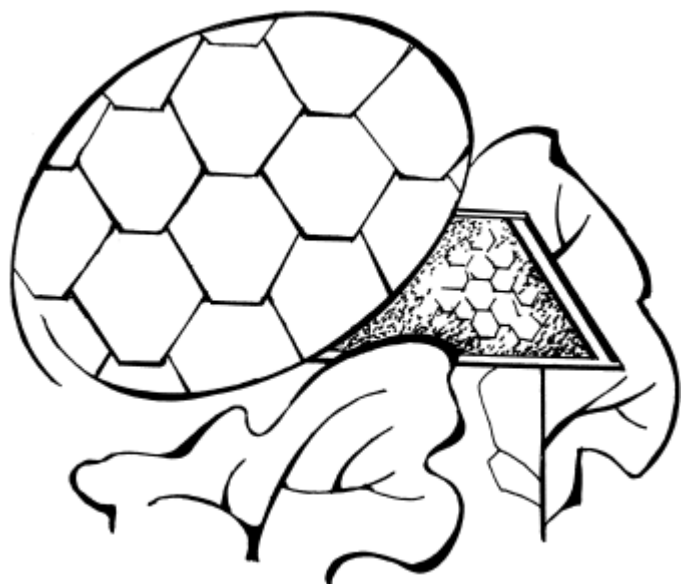

Рис. 39. Кладка «соты»
- декоративной кладки «соты» (рис. 39).